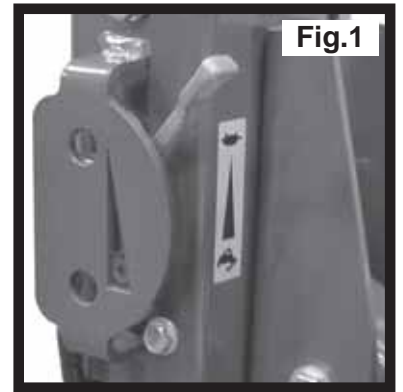
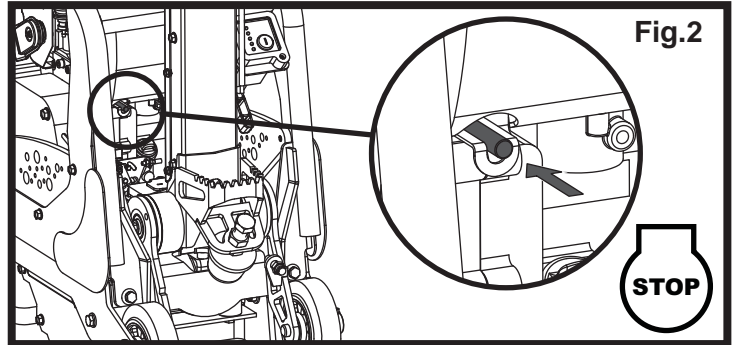

Fig.1
Fig.2
1. Um den Motor abzustellen, stellen Sie den Gashebel auf Leerlauf (siehe Abb. 1) und halten Sie dann die rote Stopptaste 5 Sekunden lang gedrückt, bis der Motor stoppt (siehe Abb. 2).
1. Um den Motor abzustellen, stellen Sie den Gashebel auf Leerlauf (siehe Abb. 1), drücken und halten Sie dann die rote Stopptaste gedrückt, bis der Motor stoppt (siehe Abb. 2).